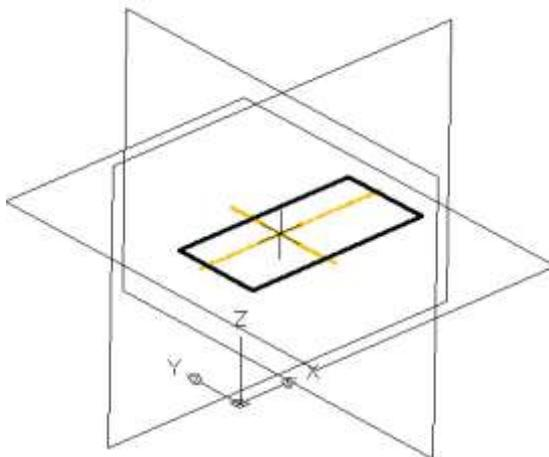

Рис. 111
4. Задать рабочие плоскости для дальнейших построений контура из меню **Деталь**  $\Rightarrow$  **Рабочие Элементы**  $\Rightarrow$  **Базовые рабочие плоскости**, так чтобы они совпали с осями симметрии. При необходимости их можно сделать невидимыми из контекстного меню (рис. 111).